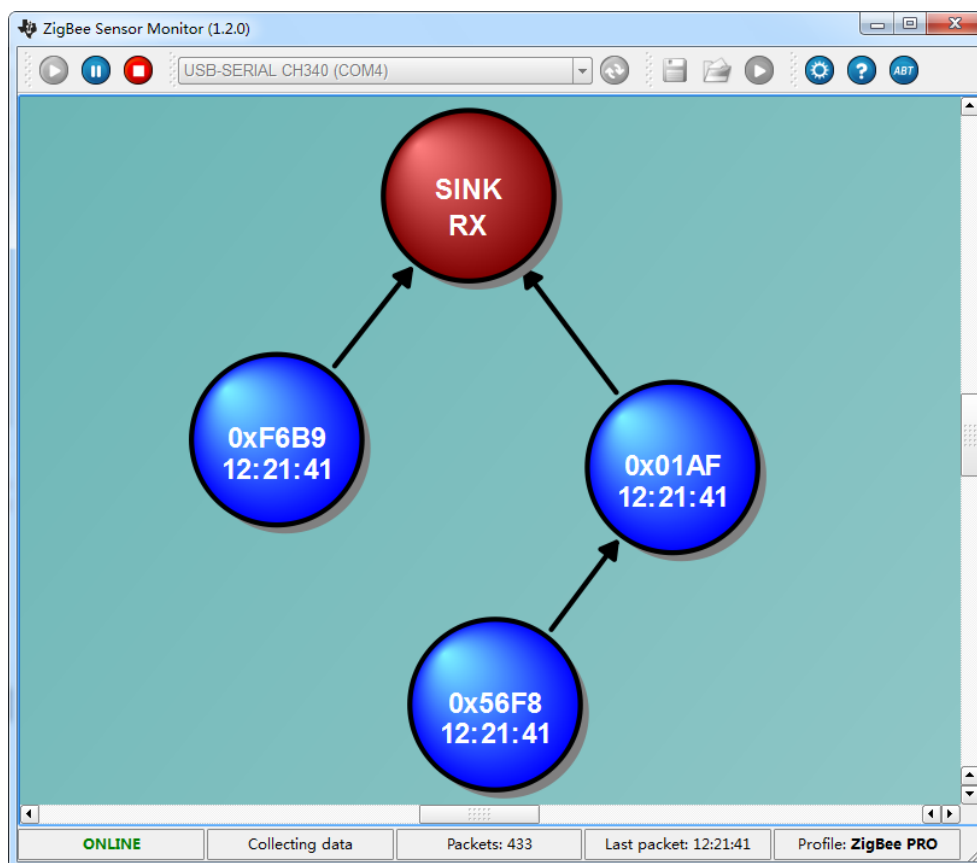

图 11 三个路由器 Sensor Monitor
- 同理，3，4，5，6 个路由器也是同样的操作。如果用户在 ZTopology 运行期间上电其他的 ZG-Mxx 路由器模块，等待其加入网络后，停止 ZTopology，然后单击开始按钮即可。如图 11 所示。